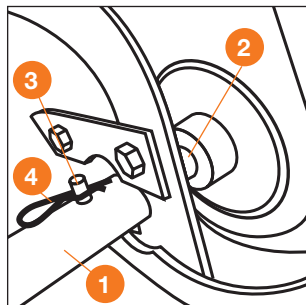

Рис. 8
5. Установка фрез на оси культиватора (Рис. 8).